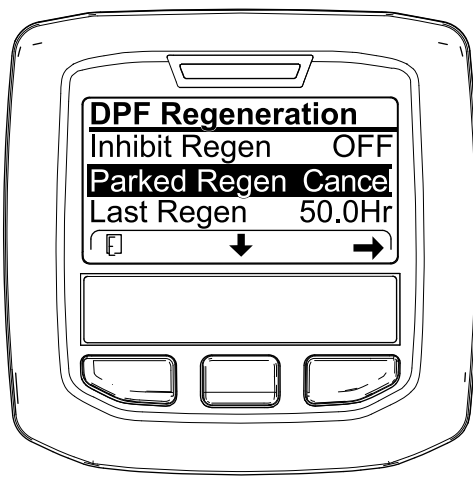
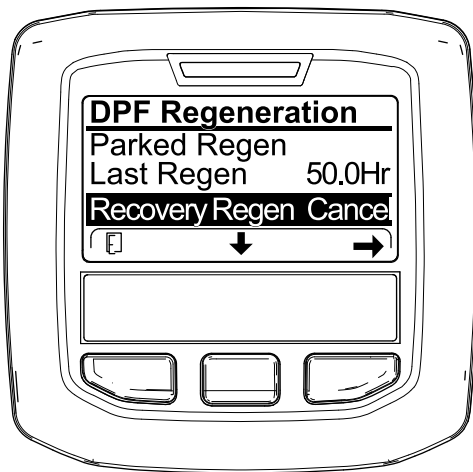

Figura 73
Figura 74
1. Acceda al menú DPF Regeneration (Regeneración de DPF) (Figura 73).
2. Pulse el botón central para desplazarse hacia abajo, hasta la opción PARKED REGEN CANCEL (Cancelación de regeneración con máquina aparcada) (Figura 73) o la opción RECOVERY REGEN CANCEL (Cancelación de regeneración de recuperación) (Figura 74).
3. Pulse el botón derecho para seleccionar la opción Regen Cancel (Cancelación de regeneración) (Figura 73 o Figura 74).